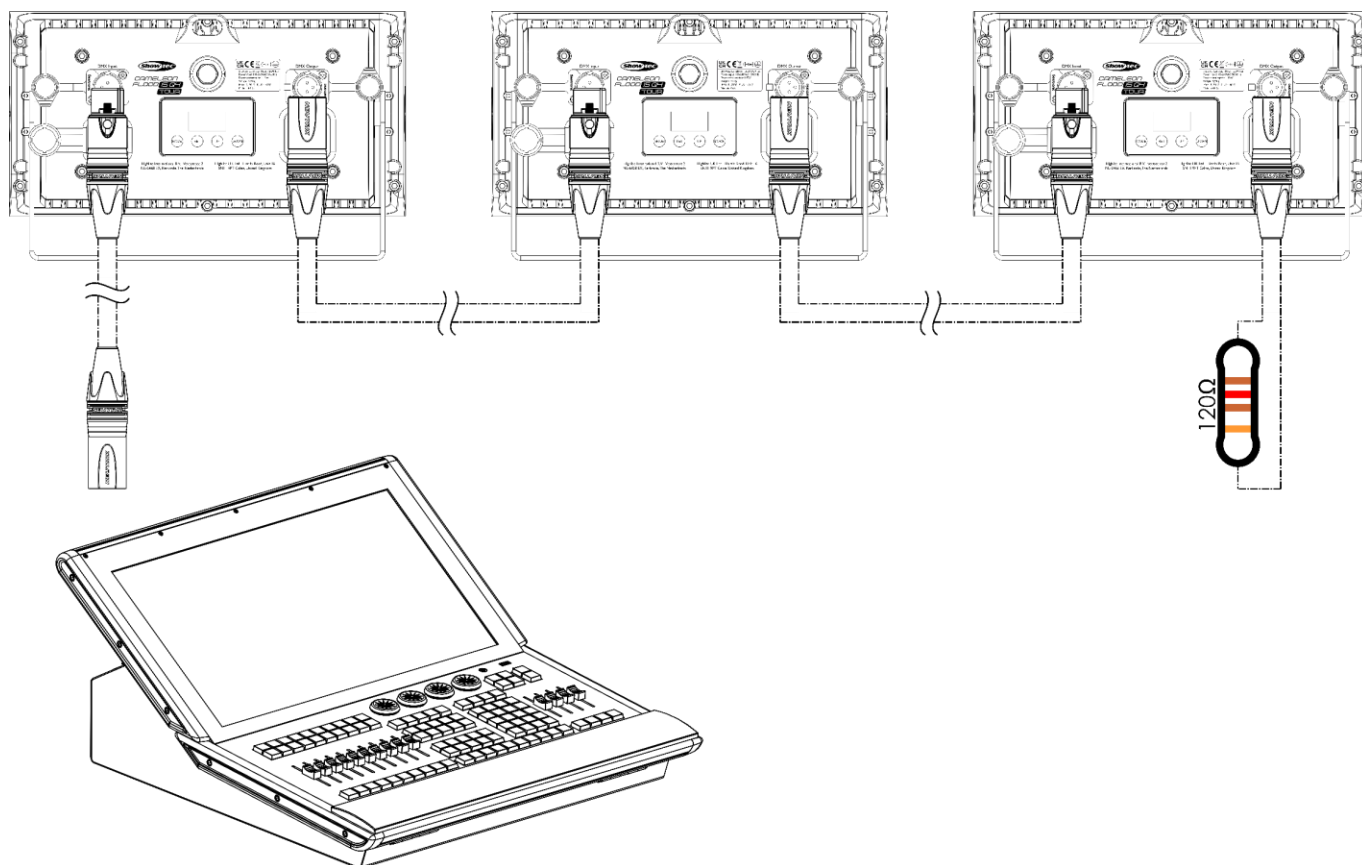

Fig. 09
- 08) Ripetere il passo 2 per collegare tutti i dispositivi in una catena a margherita, come illustrato nella Fig. 09.